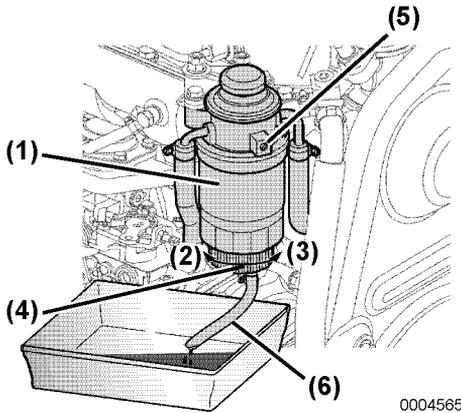

Abbildung 11
(Abbildung 11, (6)) am Ablassstopfen
(Abbildung 11, (4)).
4. Ablassstopfen (Abbildung 11, (4)) an der Unterseite des Kraftstofffilters/Wasserabscheiders durch Drehen entgegen dem Uhrzeigersinn lösen und Wasser und Schmutz ablassen.